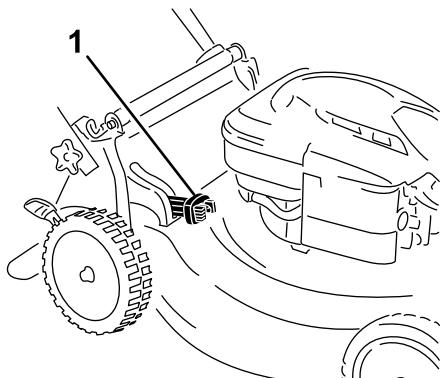

Bild 16
- Zum Sammeln des Schnittguts und Laubs drücken Sie die Taste am Hebel für den zuschaltbaren Fangkorb und bewegen den Hebel nach vorne, bis die Taste am Hebel herausspringt (**Bild 16**).